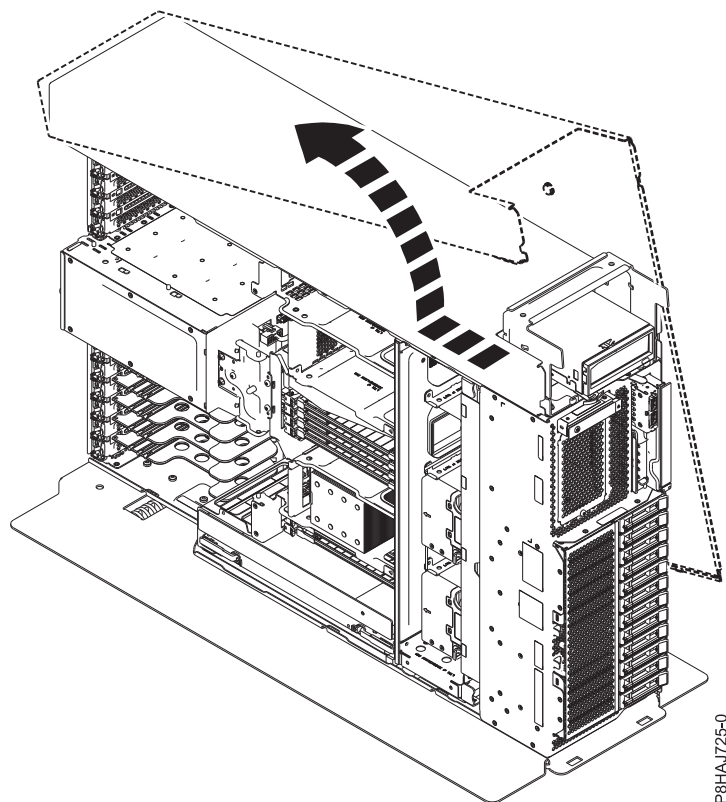

Figura 174. Remover a tampa lateral de 8286-41A
5. Deslize a tampa lateral para fora do sistema na direcção demonstrada em Figura 174.